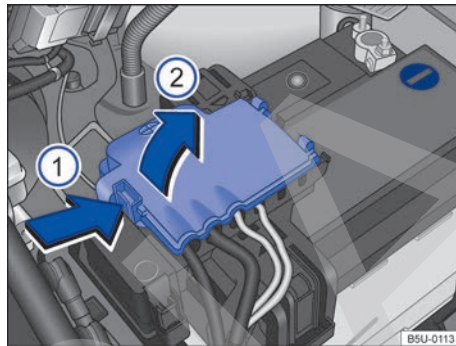

Fig. 164 Compartimento del motor: acceso al terminal positivo de la batería.
- Abrir la cobertura del polo positivo. Para abrir, presionar la traba en el sentido de la flecha → fig. 164 ①, plegar la cobertura hacia el costado en el sentido de la flecha ②.